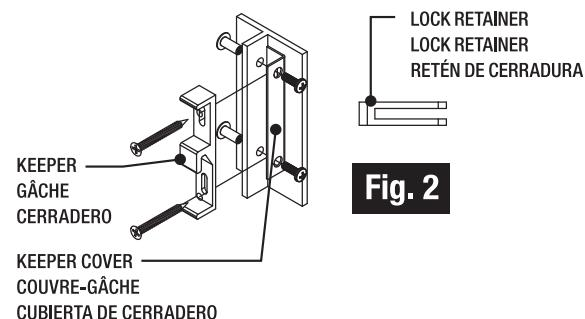

Fig. 2
**Step 5 - Install keeper and keeper cover. (Fig. 2) Adjust up or down to ensure proper alignment with hook and anti-lift bar, tighten screws.**
**Étape 5 - Installer la gâche et le couvre-gâche. (Fig. 2) Ajuster vers le haut ou vers le bas pour assurer l'alignement correct avec le crochet et la barre de sécurité, puis visser à fond.**
**Paso 5 - Instale el cerradero y la cubierta del cerradero (Fig. 2). Ajuste hacia arriba o hacia abajo para asegurar una alineación correcta con el gancho y con la barra antialzado, y apriete los tornillos.**